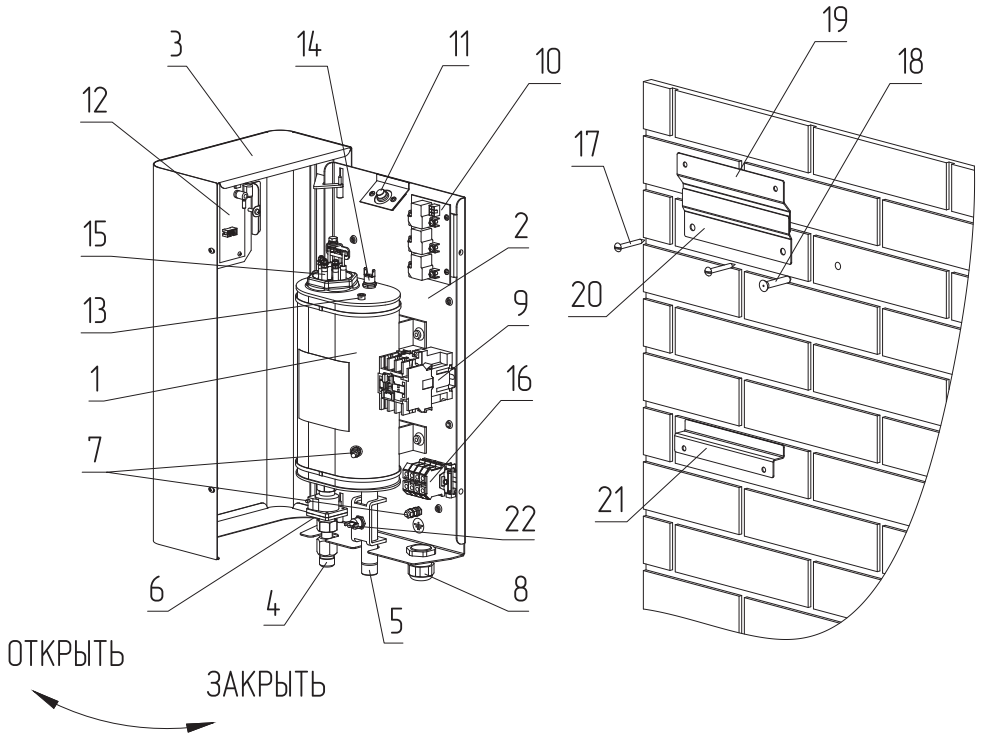
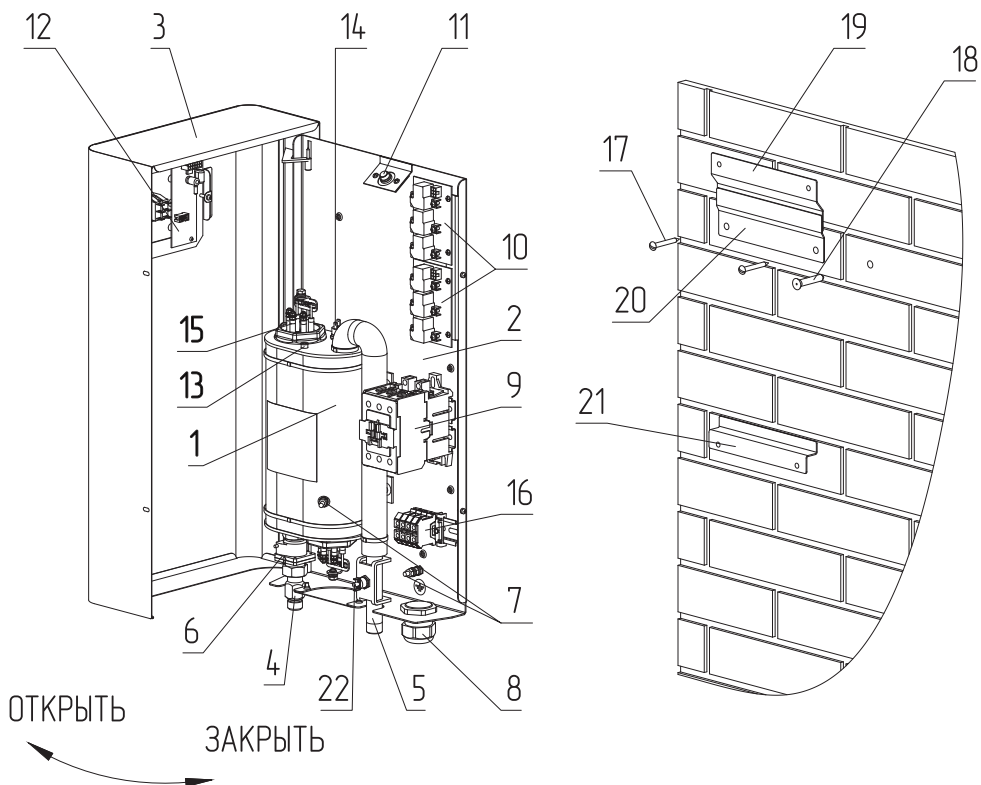
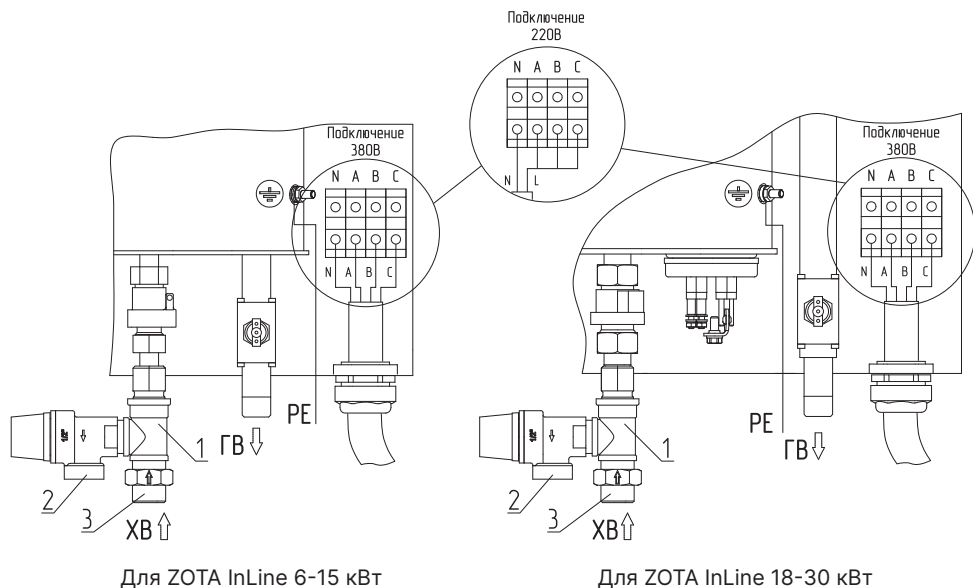

Рис.1 Устройство электроводонагревателя ZOTA InLine 6-15 кВт
Рис.2 Устройство электроводонагревателя ZOTA InLine 18-30 кВт
Рис.3 Схема подключения электроводонагревателя ZOTA InLine
Водонагреватель устанавливается в вертикальном положении, как показано на **Рис.1, Рис.2**. Водонагреватель также можно установить в горизонтальном положении.
- открутить винты крепления блока управления (**Рис.1, Рис.2, поз.12**);
- закрепите кронштейны (**Рис.1, Рис.2, поз.19, поз.21**) на основании водонагревателя с помощью винтов М6х10 с шайбами, как показано на **Рис.1, Рис.2**. При установке электроводонагревателя в горизонтальном положении кронштейны установить на основание с поворотом на 90°;
- закрепите кронштейн настенный (**Рис.1, Рис.2, поз.20**) на вертикальной поверхности в необходимом месте с помощью шурупов с пластиковыми дюбелями;
- установите на него водонагреватель, как показано на **Рис.1, Рис.2**;
- откройте кожух (**Рис.1, Рис.2, поз.3**), как показано на **Рис.1, Рис.2**, предварительно выкрутив два винта крепления кожуха;
- установите комбинированный предохранительный клапан из комплекта поставки на парубок входа воды (**Рис.1, Рис.2, поз.4**), как показано на **Рис.3**;
- присоединить рабочий нулевой провод на клемму нейтраль (N) электроводонагревателя;
- защитный нулевой провод (РЕ) подключить на болт «ЗАЗЕМЛЕНИЕ» (**Рис.3**).
По окончании монтажа и подключения к электрической сети закройте кожух (**Рис.1, Рис.2, поз.3**), как показано на **Рис.1, Рис.2** и закрутите винты крепления.
- переключите выключатель напряжения (**Рис.3, поз.1**) в положение ВКЛ, при этом он светится красным цветом;
- установите переключатель ступеней мощности (**Рис.3, поз.2**) в положение I;
При достижении скорости потока воды 2,5 л/мин датчик потока воды (**Рис.1, Рис.2, поз.6**) подает сигнал блоку управления (**Рис.1, Рис.2, поз.12**), который в свою очередь через блок силовой (**Рис.1, Рис.2, поз.10**) включает нагрев двух ТЭН. Начинает мигать индикатор температуры воды (**Рис.3, поз.4**). По умолчанию при первом запуске установлена температура 30°C.
- установите необходимую температуру при помощи кнопки (**Рис.3, поз.3**). При этом загорается соответствующий индикатор (**Рис.3, поз.4**).
- При недостаточном нагреве воды при большом разборе необходимо переключатель ступеней мощности (**Рис.3, поз.2**) переключить в положение II или отрегулировать расход воды.
При нагреве воды выше 85°C срабатывает аварийная защита по температуре, отключается нагрев и гаснут индикаторы температуры воды, в этом случае необходимо отключить электроводонагреватель от питающей сети, открыть кухню (**Рис.1, Рис.2, поз.3**) и нажать кнопку датчика перегрева (**Рис.1, Рис.2, поз.22**).
- отсоедините два разъема от блока управления (**Рис.1, Рис.2, поз.12**), установленного на передней стенке кожуха (**Рис.1, Рис.2, поз.3**);